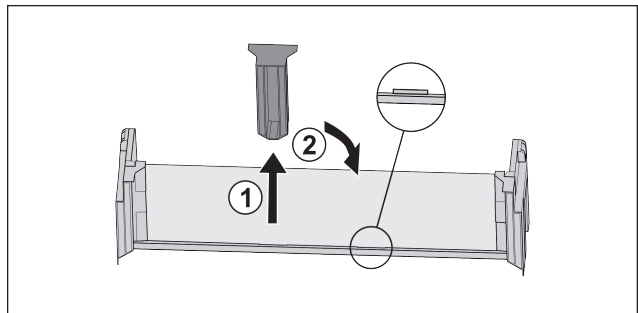

Fig. 85
- ▶ Middelste vasthouddeel lostrekken Fig. 85 (1).
- ▶ Middelste vasthouddeel in tweede positie inzetten Fig. 85 (2).